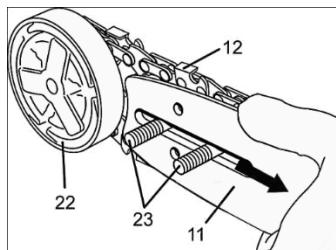

Рисунок 3
- Встановіть напрямну шину (11, рисунок 3) на напрямні гвинти (23) під кришкою зчеплення, якомога ближче до ведучої зірочки, яка розташована під диском зчеплення (22).
- Одягніть ланцюг на ведучу зірочку та вставте хвостовики ланок ланцюга (12, рисунок 3) в паз верхньої частини напрямної шини, переконавшись, що різальні країки ланок дивляться вперед.
- Потягніть напрямну шину вперед, натягнувши таким чином ланцюг (дивіться рисунок 3).